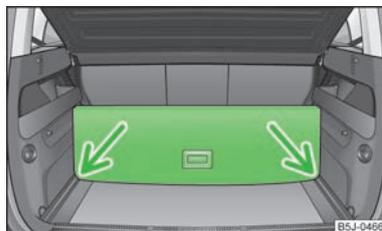

Fig. 47
- Sollevare la parte con il supporto e quindi fissarla facendola scivolare all'interno delle scanalature contrassegnate dalle frecce » fig. 47.